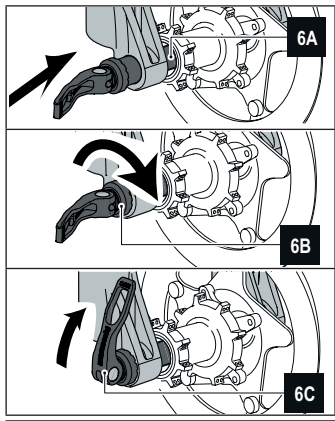

Рис. 6
- Установите колесо таким образом, чтобы ось совпала с крепежами вилки (См. 6А Рис. 6).
- Закручивайте эксцентрик оси в положении OPEN до упора, но не затягивайте. (См. 6В Рис. 6). Закручивая эксцентрик, не используйте рычаг для затягивания.
- Закручивая ось, старайтесь установить рычаг оси таким образом, чтобы он не мешал движению (ни за что не цеплялся) (См. 6С Рис. 6).